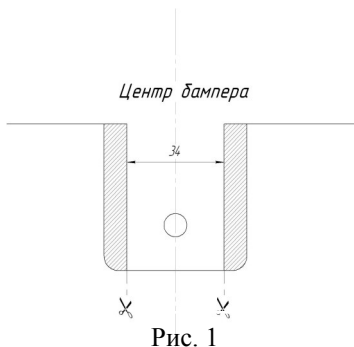

Рис. 1
- Центральные язычок крепления бампера подрезать до ширины 34 мм. (рис. 1)